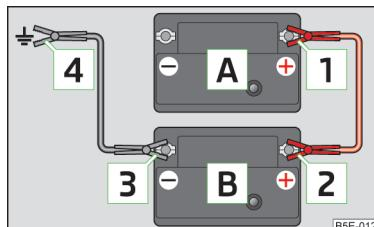

Fig. 203
- Conecte el borne **1** al polo positivo de la batería descargada **A** » fig. 203.